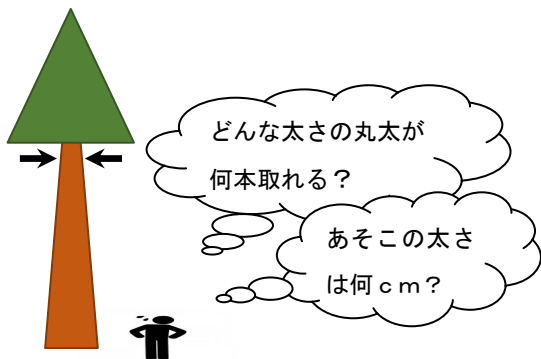
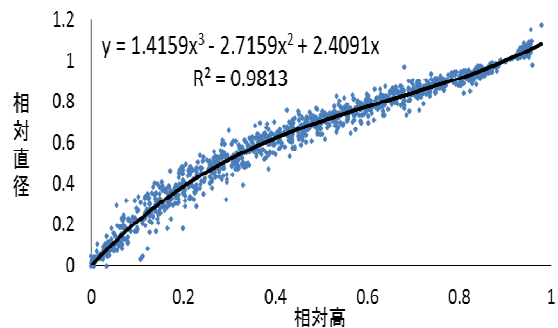

図1 課題のイメージ
図2 樹高を1としたときの高さと直径の関係
スギの人工林から収穫できる丸太のサイズ（直径、長さ）と本数を算出するためには、幹の高さごとに直径を知る必要がある（図1）。そこで、任意の高さにおける幹の直径を簡易に求めるためのツールを作成した。
①山形県内のスギ 128 本を調査試料として、立木の高さ 2m 毎に幹の直径を測定し、直径と高さの関係式（相対幹曲線式）を求めた。（図1、図2）